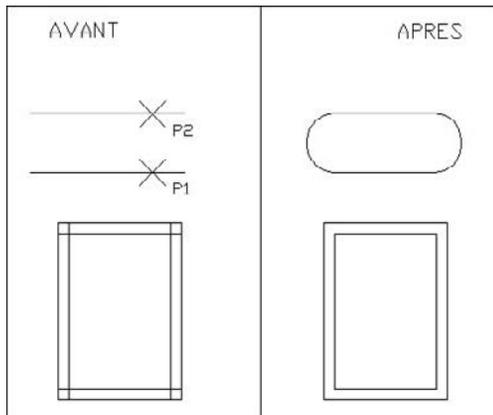

Fig.6.14
- Il est possible de raccorder des lignes parallèles. Dans ce cas, le rayon de l'arc de raccord est obligatoirement égal à la moitié de la distance entre les deux droites. Ce rayon n'est pas à préciser car AutoCAD le détecte automatiquement lors de la sélection des deux objets (fig.6.14).
- L'utilisation de la commande **Raccord** (Fillet) permet parfois de finaliser plus rapidement un dessin qu'avec la commande **Ajuster** (Trim). En effet, avec un rayon de raccord égal à zéro, il est très facile d'ajuster certains dessins comme l'illustre la figure 6.14. Pour avoir rapidement un raccord de rayon nul, il suffit d'appuyer sur la touche Maj tout en sélectionnant les deux lignes.